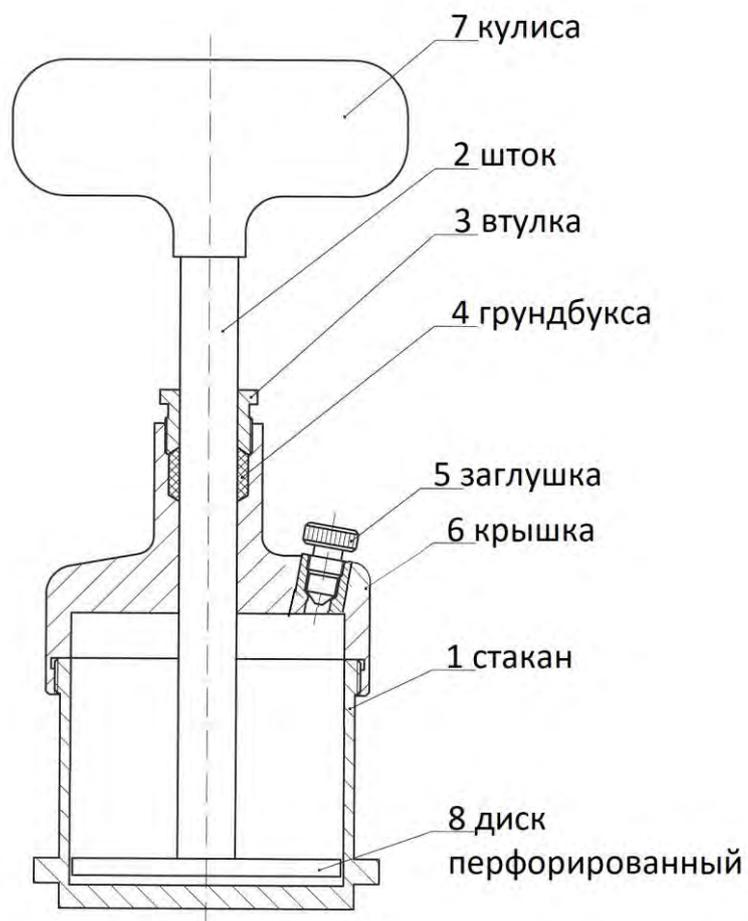

Рис. 4.2 - Смеситель
- 1.3.5 Смеситель (рис.4.2) в соответствии с ГОСТ 1440-78 состоит из стакана 1, штока 2, втулки 3, грундбуксы 4, заглушки 5, крышки 6, кулисы 7 и перфорированного диска 8. При термостатировании можно установить термометр для контроля температуры подготавливаемой пробы выкрутив заглушку 5.
Проверить затяжку соединения штока 2 (см.рис.4.2) с перфорированным диском 8 (стянуть руками, обеспечить натяг). Ослабление резьбового соединения может привести к самопроизвольному откручиванию перфорированного диска и заклиниванию устройства в процессе работы.
- 4.1.2 Шпателем равномерно наполнить стакан смесителя (см.рис.4.2) смазкой, не допуская попадания воздуха.
- 4.1.4 При навинчивании крышки выкрутить заглушку 5 (см.рис.4.2) для выхода избытка смазки.
- 4.1.5 Опустить кулису 7 до упора, закрутить заглушку 5 (см.рис.4.2). Собранный смеситель установить в термостат. Время выдержки и температура указаны в соответствующих стандартах на методы испытаний смазок.